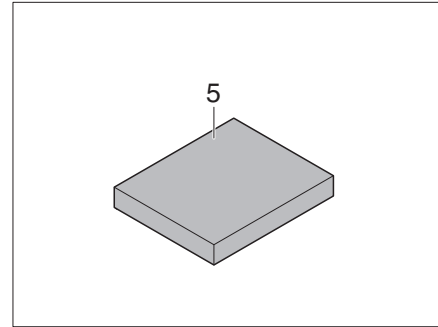

Fig. 195 Cojín adicional
- Poner el cojín adicional (Fig. 195,5) en el centro de la mesa.